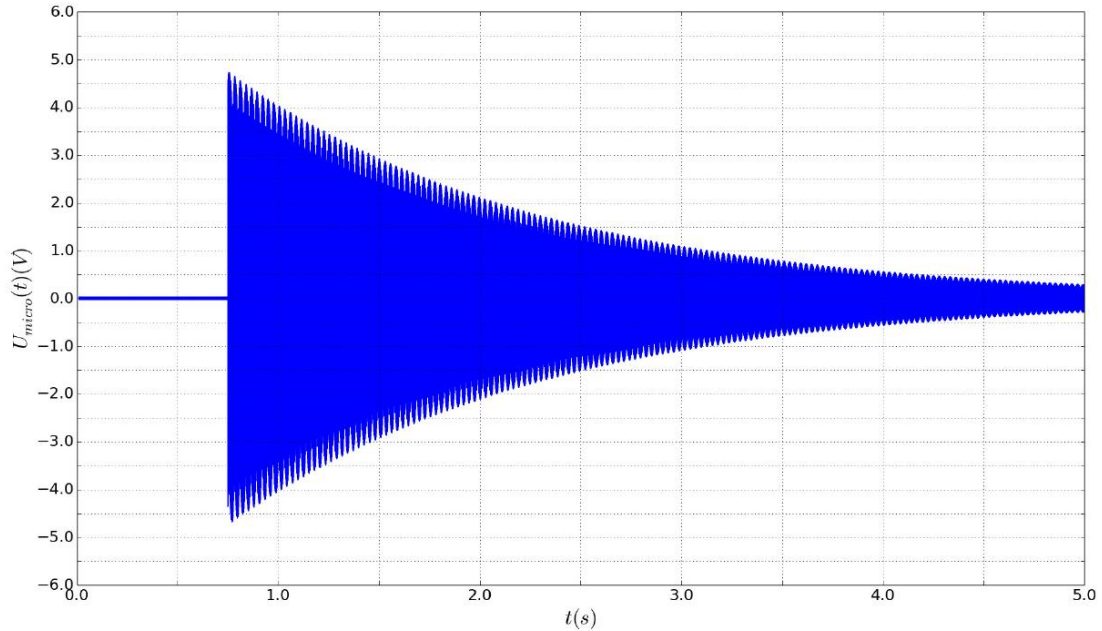

Figure 3 Chronogramme de l'enregistrement sonore du verre
à l'instant $t = 0$, au niveau du bord supérieur à l'aide d'un petit marteau. Le son émis est enregistré par ordinateur. La figure 3 représente le chronogramme de cet enregistrement
- 4) En quoi, l'enregistrement de la figure 3 est-il en accord avec la modélisation par un frottement fluide ?